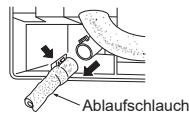

Fig. 2
- Wenn der mit dem Innengerät mitgelieferte Ablaufschlauch zu kurz ist, verbinden Sie ihn mit einem beim Installationsfachmann erhältlichen Ablaufschlauch (I). (Fig. 2)
- 3) Ziehen Sie den Ablaufschlauch links hinten am Innengerät heraus. (Fig. 2)